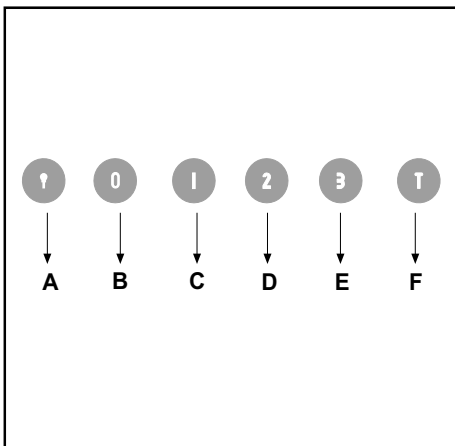

Fig.20
• COMANDI: (Fig.20) Luminosi la simbologia è di seguito riportata: